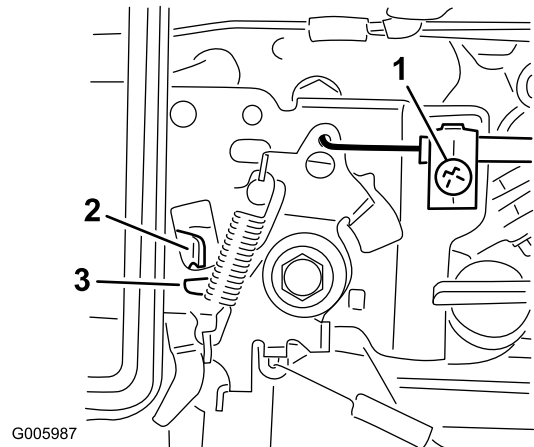

Bild 11
- C. Schieben Sie den Gasbedienungshebel auf den Motor, bis der Gasbedienungshebel den Chokehebel leicht berührt (Bild 11).
- D. Ziehen Sie die Stellschraube fest (Bild 11).